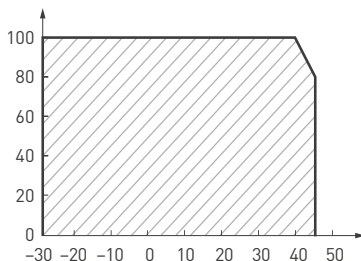

Рис. 2. Максимальная допустимая нагрузка, % от мощности источника
- температура окружающего воздуха от -10 до $+40$ °C, см. график зависимости максимально допустимой нагрузки на источник питания от температуры окружающей среды на рис. 2;
- 4.2. Не нагружайте источник питания более чем на 80% от его максимальной мощности. Учитывайте, что с повышением температуры окружающей среды максимальная мощность источника питания снижается, см. график зависимости на рис. 2.